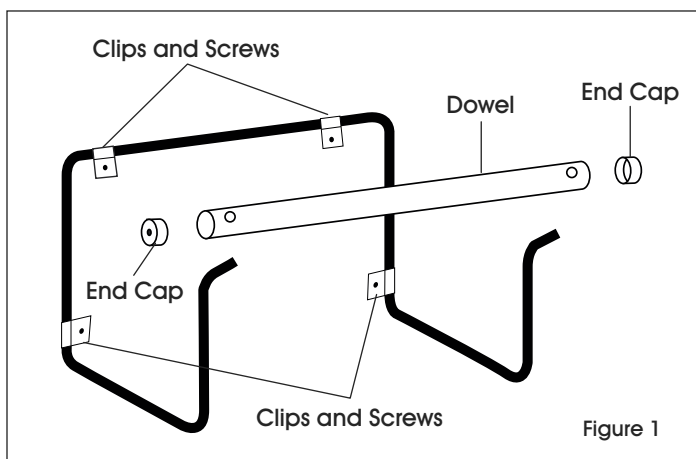

Figure 1
1. Mount dispenser to wall using clips and screws provided. (See Figure 1)
1. Fixez le distributeur au mur à l'aide des attaches et des vis fournies. (Voir Figure 1)